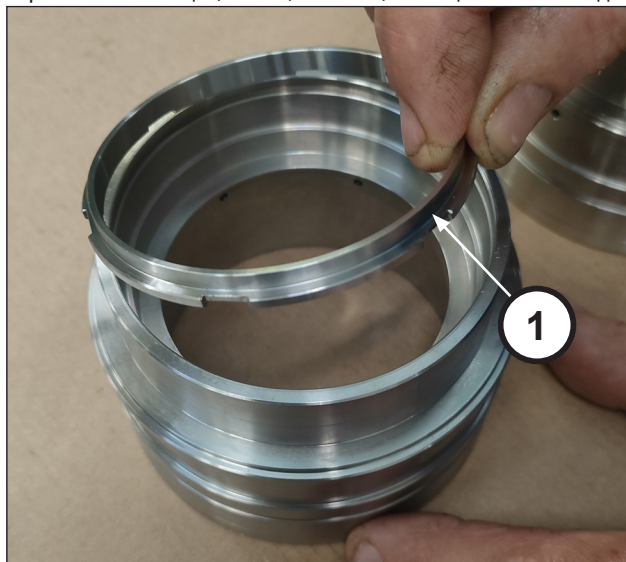
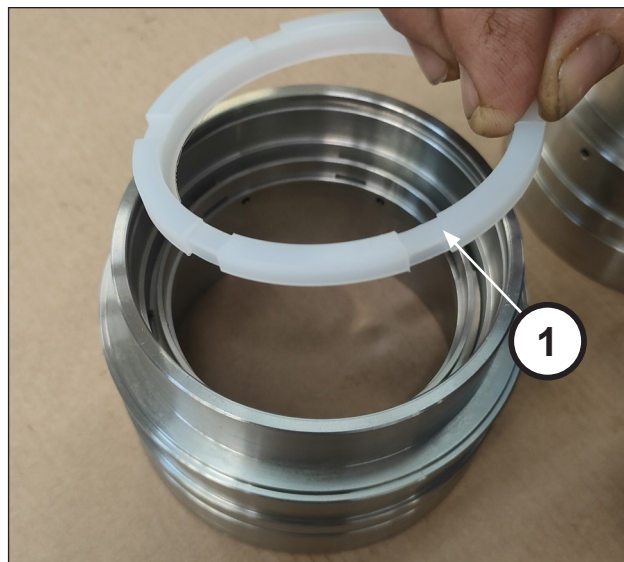

Рис. 149
Рис. 150
Вставьте кольцо головки скребка (поз. ①, Рис. 149) и скребковое кольцо (поз. ①, Рис. 150) в специальное гнездо.